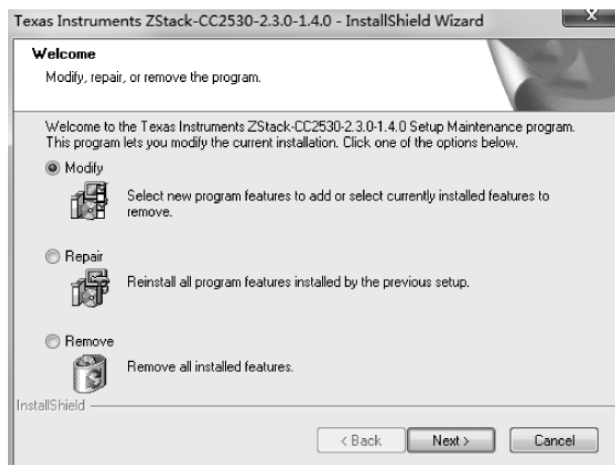

图 1.11 选择典型安装
(2) 选择 Modify,如图 1.11 所示,单击 Next 按钮。